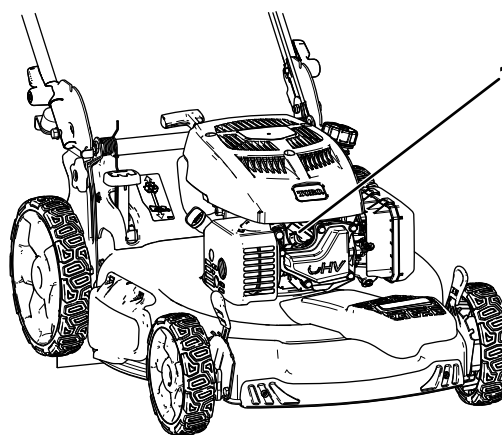

Figura 23
2. Desligue o fio da vela da ignição da vela da ignição (Figura 23).